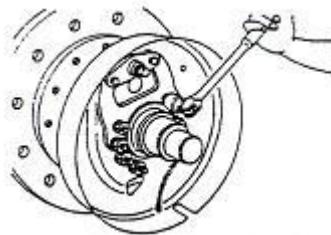

Рис. 2-23
(6) Снимите Е-образное стопорное кольцо, используемое для крепления тросика к тормозному щиту. Затем открутите крепежные болты и отделите тормозной щит от ведущей оси. См. Рис. 2-23